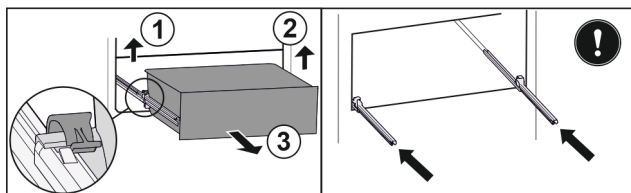

Fig. 167
- Zvedněte levou svorku a současně vytáhněte zásuvku vlevo dopředu. Fig. 167 (1)
- Zvedněte pravou svorku a současně vytáhněte zásuvku vpravo dopředu. Fig. 167 (2)
- Vyjměte zásuvku dopředu. Fig. 167 (3)